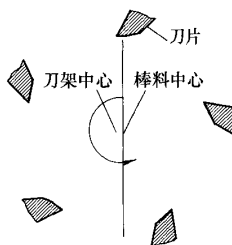

图 2
(1) 棒材头部的振颤刀纹 成因:无心车床的工作原理是棒料由夹头夹持作直线进给运动,由5把车刀组成的刀架围绕棒料作旋转主运动从而将余量从棒料上切削下来,而导向板是对棒料起到对中定位和支承作用。根据棒料所产生的振颤刀纹情况来看,我们初步断定是由于刀架5把车刀的旋转中心与棒料的直线进给运动中心不重合引起的,见图2。当棒料由前夹头夹持进给时,前导向板将棒料中心找正,但是如果前导向板与刀架的